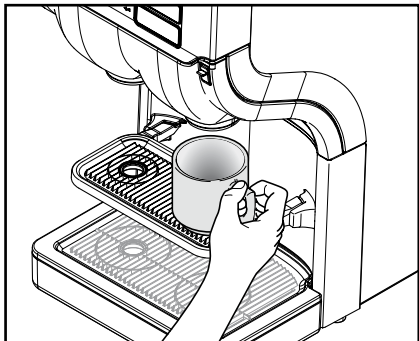

Рис. 10
- Установить чашку на подставку для чашек. (Рис. 10)
1. Установить чашку на подставку. (Рис. 10)